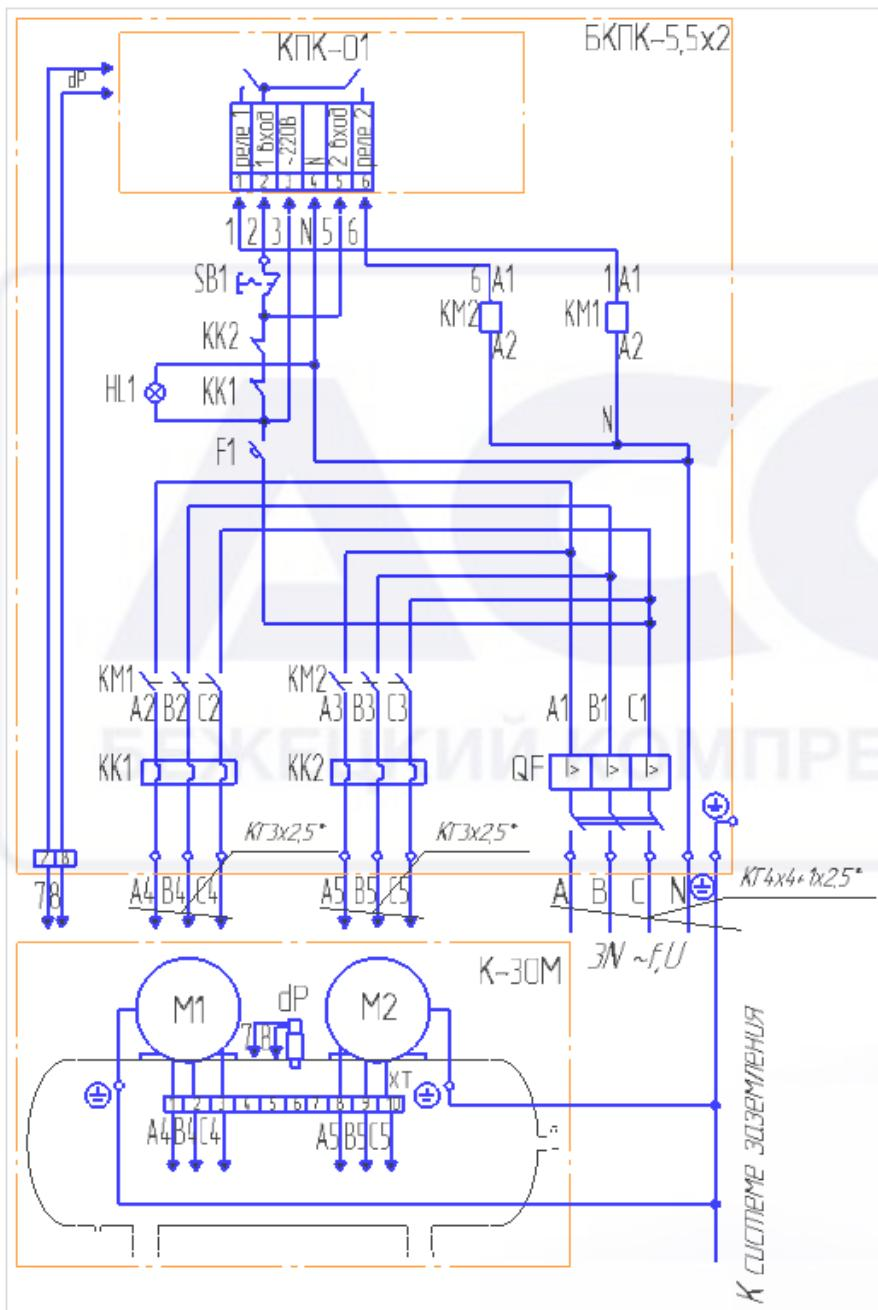

Рисунок 3 – Схема электрическая принципиальная
6.8 Разводку подводящих проводов необходимо произвести в соответствии с требованиями «Правил технической эксплуатации электроустановок потребителям», согласно схеме электрической принципиальной и соединений компрессорной установки К-30М (рис.3).
7.1.1 Убедиться в правильности подключения шкафа согласно схеме электрической принципиальной и соединений (рисунок 3).